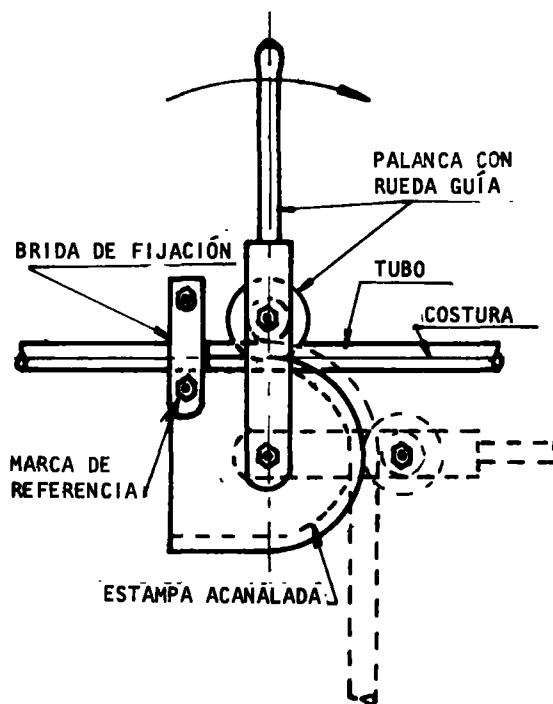

Fig. 1
- a Introduzca el tubo entre la estampa y la rueda guía, hasta que la marca en el tubo coincida con la marca de referencia en la brida de fijación (fig. 1).